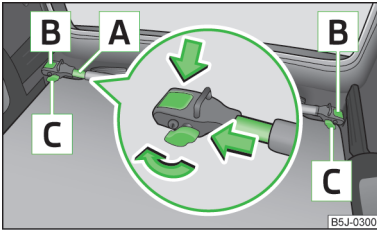

Abb. 57
- › Die Sicherungsschrauben **C** » Abb. 57 lösen und etwas herausziehen, dadurch werden die Halterungen **B** entriegelt.